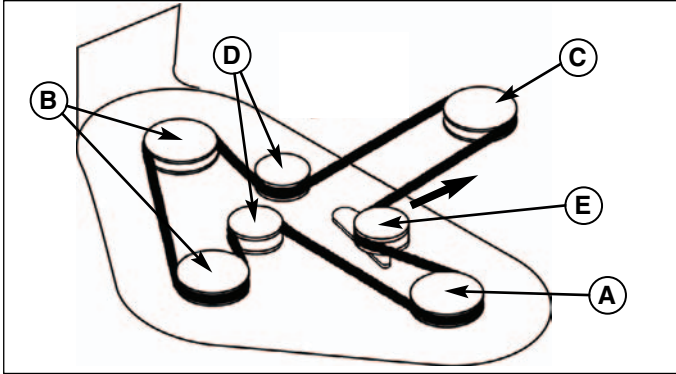

Figure 34. Cheminement de courroie de tondeuse - Tondeuses de 1,12 m
4. Tirez fermement vers l'arrière le tendeur de courroie (E, Figure 34) dans la direction indiquée, et enlevez la courroie de la poulie d'arbre de gauche (A).
6. Inversez les étapes 3-4, installez la nouvelle courroie, en suivant le cheminement de la Figure 34. N'oubliez pas de replacer les protections de courroie.